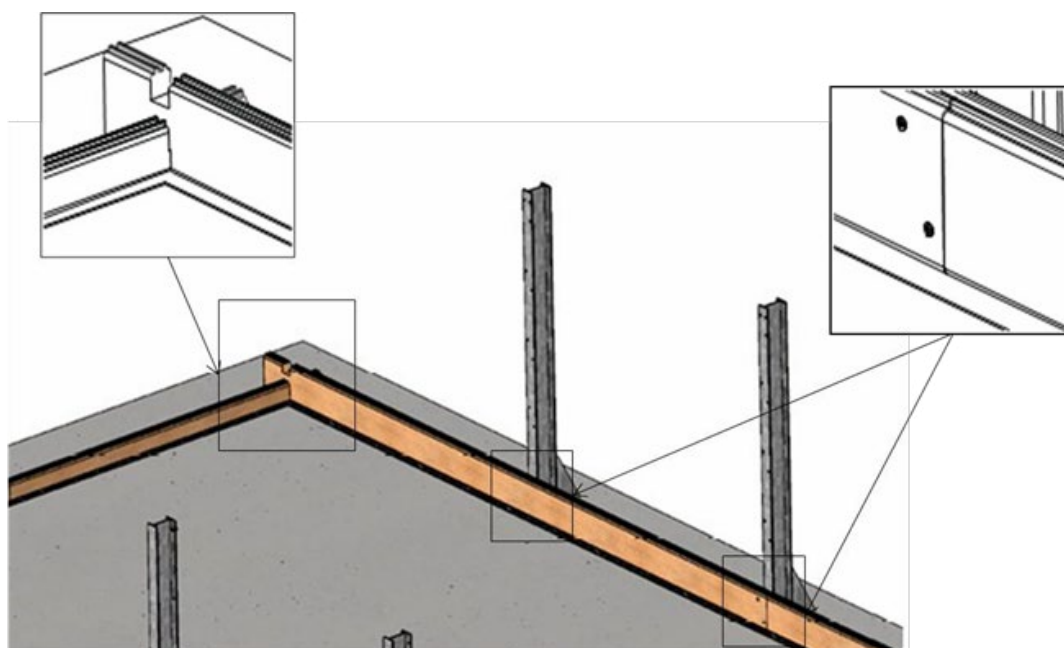

Figure 10 – Verrouillage des madriers entre eux
- entre elles comme indiqué à la *Figure 10*, à l'aide de 2 vis par paire de lames, et sur les deux côtés comportant chacun 10 lames de hauteur, soit un total de 80 vis à tête fraisée 5 × 40 en inox A4 torx filetées sur 25 mm (sachet C)